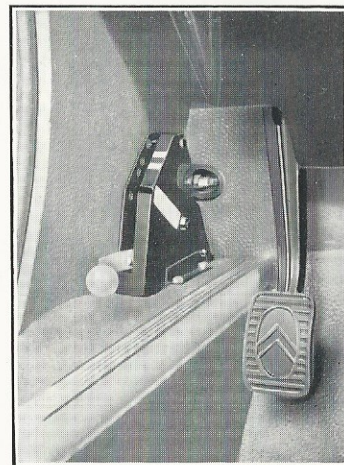

Fig. 12.
- helt i bund nedefter (fig. 12).
- Tryk håndgrebet 1 (fig. 12) helt i bund og afvent, at hjulene løftes (både for- og baghjul i den side, der arbejdes i, løftes samtidigt).